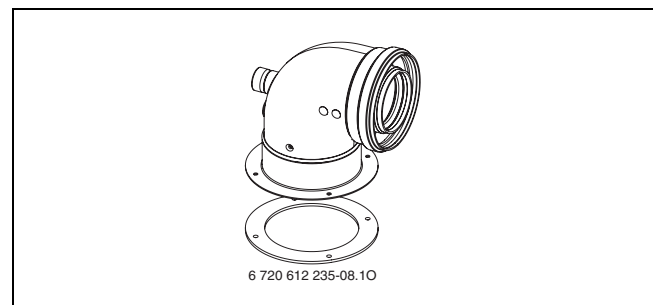

Bild 2 Verbindungsbogen 60/100
- Adapter Doppelrohr-Verbindungsbogen Ø 60/100 (→ Bild 2)